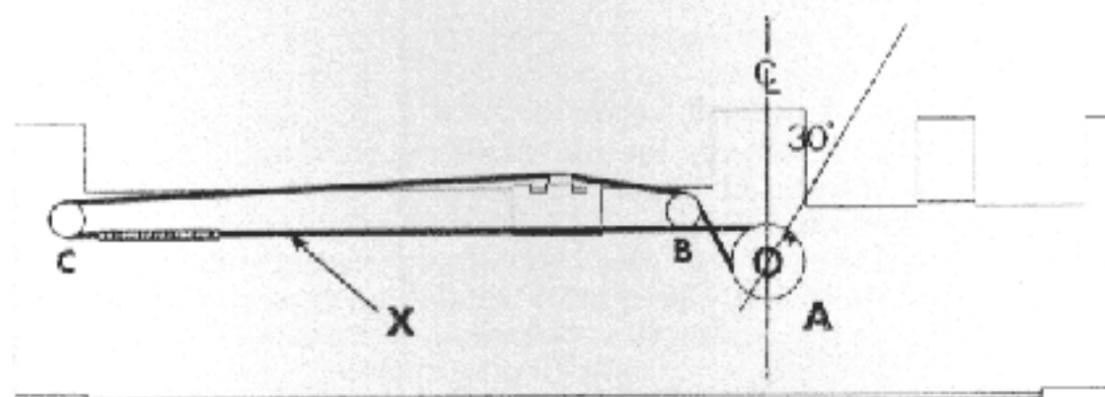

FIG 1
2. Set drive pulley 'A' on spindle with notches at 30° to centre line as shown in figure 1.
5. Set position of spring, as shown in Fig 1.
2. Antriebscheibe 'A' auf Spindel setzen. Kerben müssen Winkel von 30° mit der Mittellinie bilden (siehe Abb. 1).
4. Schnur zweimal im Gegenzeigersinn um Scheibe 'A' schlingen (dabei Feder etwa in der abgebildeten Lage) und über Scheiben 'B' und 'C' führen. **Zur Beachtung:** Schnur verläuft kreuzweise; Teil 'X' muß vorn sein. (Fig 1.)
4. Enrouler le cordon deux fois autour de la poulie 'A' dans le sens anti-horaire (le ressort se trouvant approximativement dans la position illustrée) et faire passer (Fig 1.)